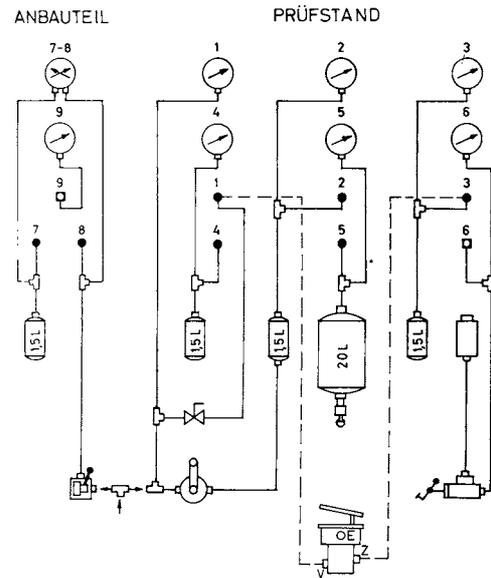

Abb. 6
c) Schlauchanschluß 1 nach Prüfschema anschließen (siehe Abb. 6).
- b) Schlauchanschluß 3 nach Prüf-schema (Abb. 6) anschließen.
- d) Gesamtes Gerät insbesondere die Entlüftung und die Kappe (16) abseifen. Es dürfen sich keine Luftblasen bilden.